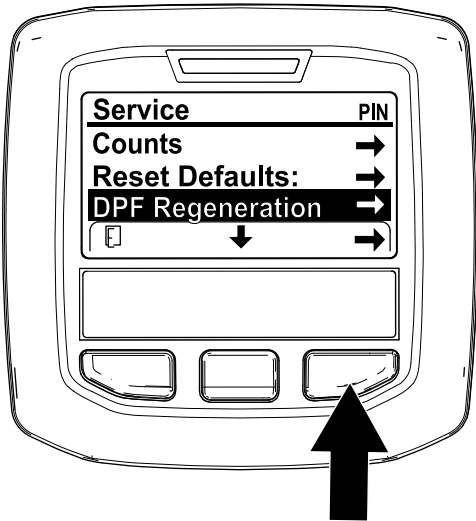

Figura 32
1. Vaya al menú Mantenimiento, y pulse el botón central para desplazarse hacia abajo a la opción REGENERACIÓN DEL DPF (Figura 32).
2. Pulse el botón derecho para seleccionar la opción Regeneración del DPF (Figura 32).